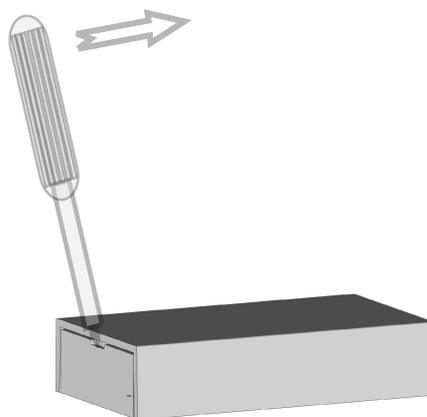

рисунок 1: Открывание корпуса
- Открыть корпус, раздвинув его. При необходимости воспользоваться отверткой с узким шлицем (рисунок 1).